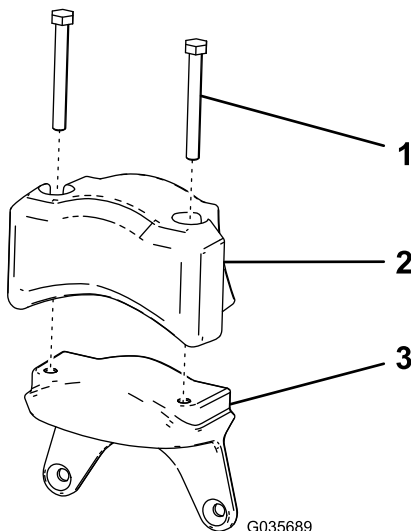

Figure 8
- Montez sur la masse neuve le contrepoids électrique et les 2 vis (5/16" x 2 3/4") que vous avez retirés à la section Dépose du contrepoids de moteur électrique \(page 4\) (Figure 8).